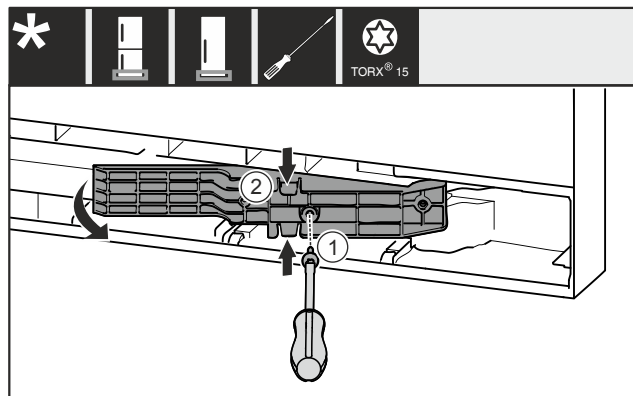

Fig. 22 \*
- ▶ 移除螺栓 Fig. 22 (1)。\*
- ▶ 将上方和下方适配件 Fig. 22 (2)轻轻挤压在一起，然后向前拉出。\*